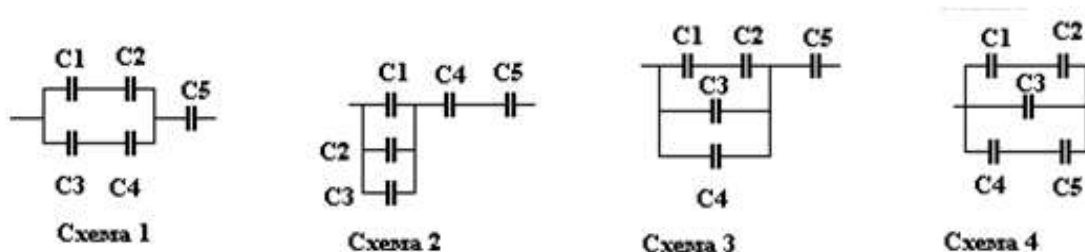

Рисунок 1
2. Определите эквивалентную ёмкость батареи конденсаторов (рис. 1). Исходные данные приведены в таблице 1.